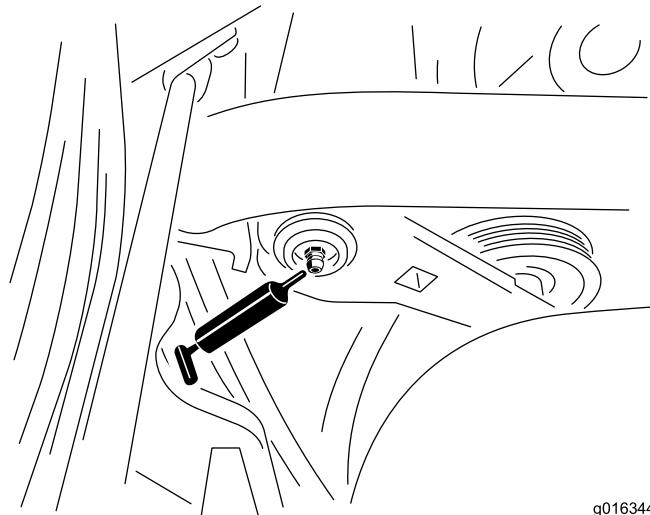

Figure 27
1. Essuyez les graisseurs pour éviter que des impuretés ne pénètrent dans le roulement ou la bague (Figure 27).